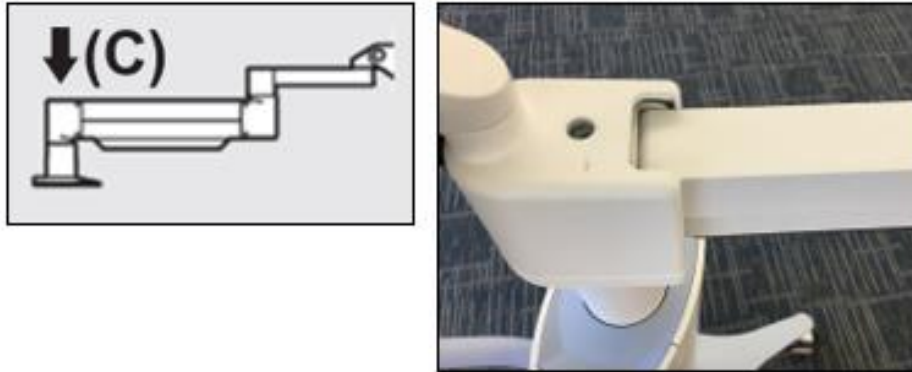

Figure 4-7. Régler la tension du bras à l'aide de la vis de réglage de la résistance C
- Réglez la tension du bras à l'aide de la vis de réglage de la résistance C. Utilisez une clé Allen 7/32 et tournez la vis C dans le sens antihoraire jusqu'à ce que le bras commence à se relever tout doucement. Une fois le réglage effectué, le bras devrait imprimer un légèrement rebond après une légère pression vers le bas. Voir la figure 4-7.